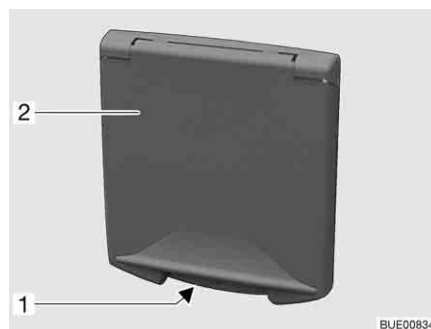

Fig. 53 Cierre a presión de la trampilla de servicio
- Introducir la llave en el cilindro de cierre del cierre a presión bajo llave (Fig. 53,1) y girarla un cuarto de vuelta. El cierre a presión está desbloqueado.
- Introducir la llave en el cilindro de cierre del cierre a presión bajo llave (Fig. 53,1) y girarla un cuarto de vuelta. El cierre a presión está bloqueado.